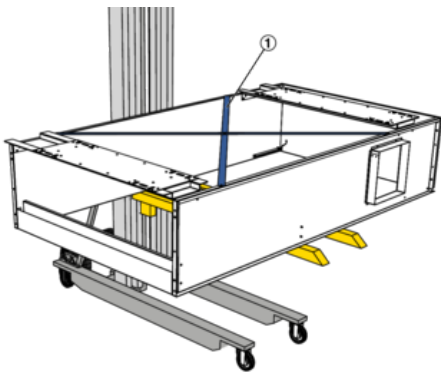

Abb. 25: Zargenbauteil 1 auf Montagelift legen
1. ▶ Den Montagelift an die Stelle fahren, an der die Deckemontage erfolgen soll. Zargenbauteil 1 mit dem Kreuz (Abb. 25/1) nach oben auf den Montagelift legen. Hierbei beachten, dass die lackierte Oberfläche der Zarge nicht beschädigt wird. Zum Schutz z.B. Pappe zwischen Lift und Gerät legen.